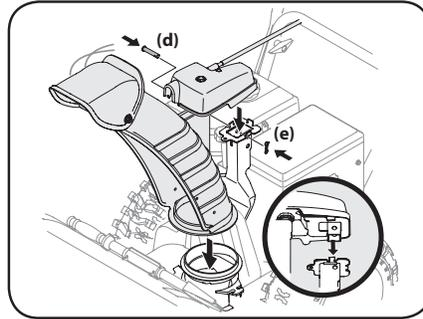

Figura 2-38
3. Coloque el canal sobre la base del canal y asegúrese de que la varilla de control del canal se encuentre debajo del panel de la manija. Sujete el cabezal de control del canal a la ménsula de soporte del canal con el pasador de horquilla (d) y el pasador de chaveta con unión curva (e) que extrajo en el Paso 1. Consulte Figura 2-38.